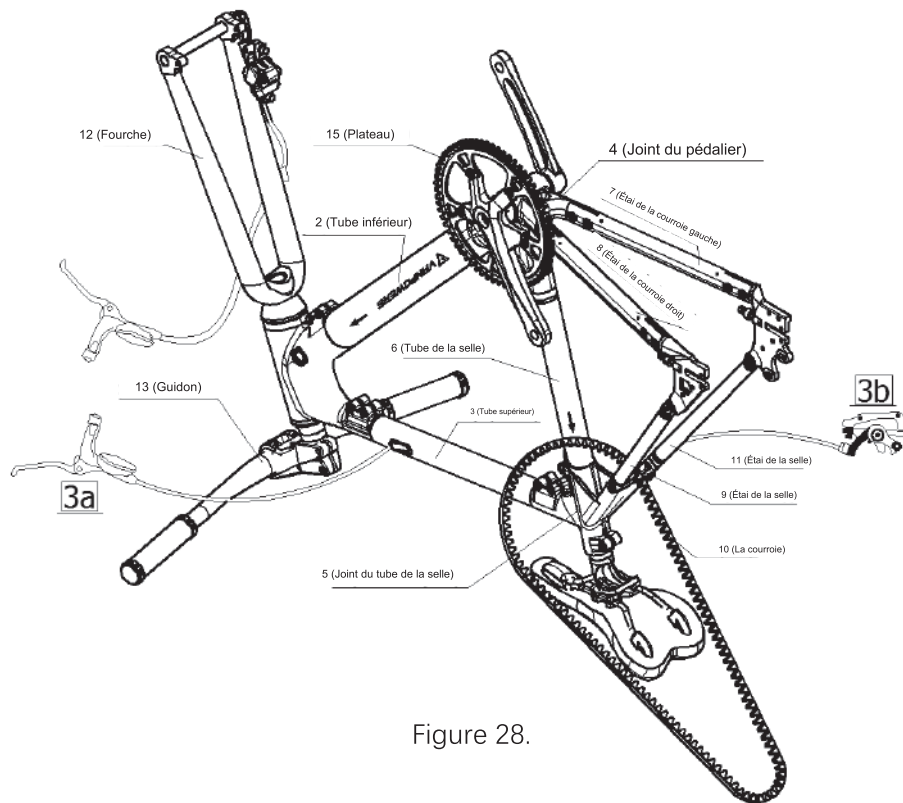

Figure 28.
b. Vérifiez la position de la pièce 10 et confirmez que la pièce 10 couvre la pièce 9 et se trouve en bas de la pièce 9, comme le montre la Figure 28.